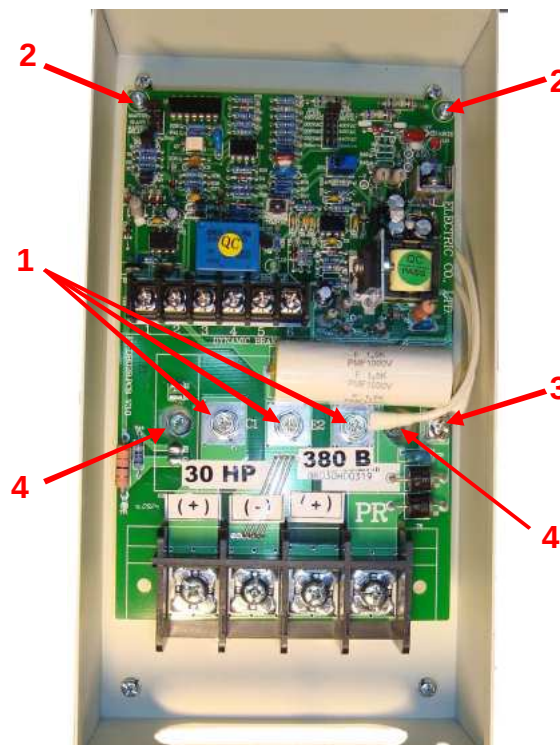

Рис. 5.1.
5.2. Демонтаж платы управления (рис. 5.1).
5.2.2. В прерывателе EI-BR-030H выкрутить 2 винта (в прерывателе EI-BR-075H – 4 винта) крепления модуля IGBT (4), рис. 5.1. Положить винты в тару.